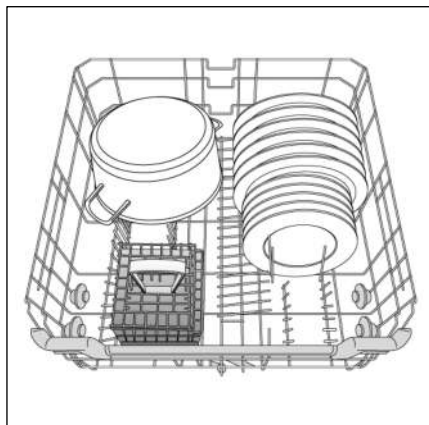

Abb.4
• AQUASTOP (Abb. 4):
Eine Standardbelastung für tägliches Spülen ist in den Abb. 4 dargestellt.
Ein Beispiel für die Positionierung des Besteckgestells ist in Abb. 4 dargestellt.